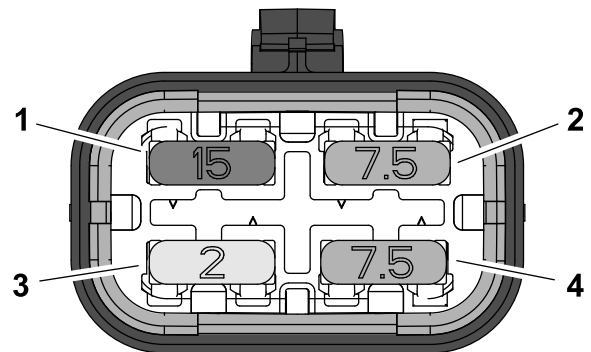

Figure 43
3. Insérez un fusible neuf dans l'emplacement dans le porte-fusibles (Figure 43).